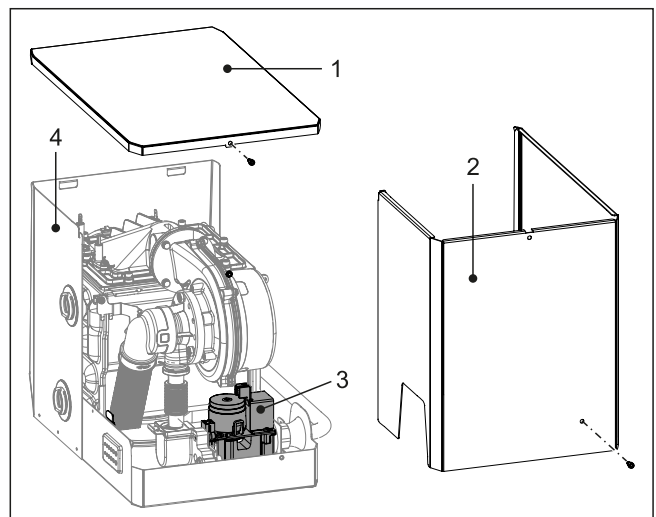

Bild 4-42 Obere Verkleidung der Wärmezelle ausbauen
- 1 Sicherungsschrauben vom Deckel (Bild 4-42, Pos. 1) und der vorderen Verkleidung der Wärmezelle (Bild 4-42, Pos. 2) herausdrehen.